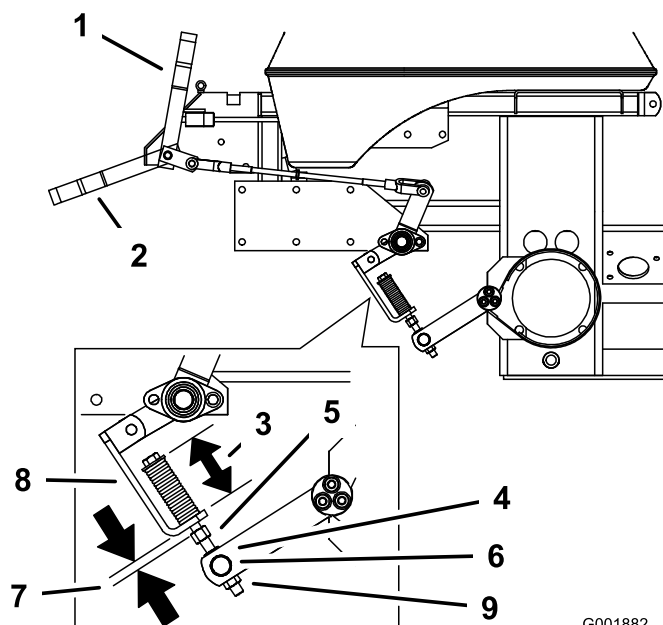

Bild 58
2. Messen Sie die Länge der Feder. Sie sollten zwischen den Scheiben 70 mm messen (Bild 58).
3. Falls Sie eine Einstellung vornehmen müssen, lockern Sie die Klemmmutter unterhalb der Feder und ziehen Sie die Mutter direkt unter dem Joch an (Bild 58). Drehen Sie die Mutter, bis Sie den korrekten Messwert erhalten. Ziehen Sie die beiden Muttern zusammen an und wiederholen Sie das Verfahren auf der gegenüberliegenden Maschinenseite.
6. Messen Sie den Abstand zwischen der Federhalterung und der Einstellmutter unter der Federhalterung. Der Abstand sollte 5 bis 8 mm betragen (Bild 58).
7. Sollte eine Einstellung erforderlich sein, lösen Sie die Klemmmutter direkt über dem Joch. Drehen Sie die unter dem Joch befindliche Einstellmutter, bis Sie den korrekten Messwert erhalten (Bild 58).
8. Ziehen Sie die direkt über dem Joch befindliche Klemmmutter an (Bild 58).